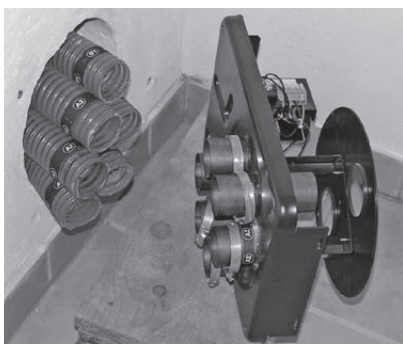

Fig. 20 Fixer les colliers
- ▶ Retirer la protection de l'unité de commutation (à l'avant, 1 vis), poser les pinces pour tuyaux au-dessus des manchons de raccordement de l'unité de commutation – Fig. 20.